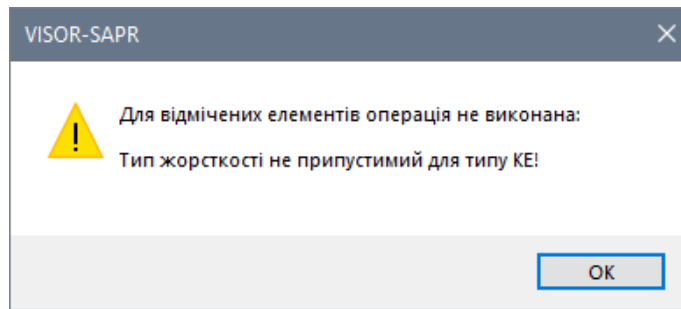

Рис. 21.15. Діалогове вікно VISOR-SAPR
- У діалоговому вікні з попередженням (рис. 21.15) натисніть кнопку **ОК**.